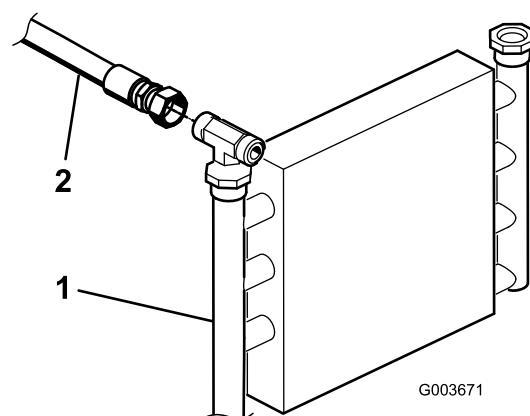
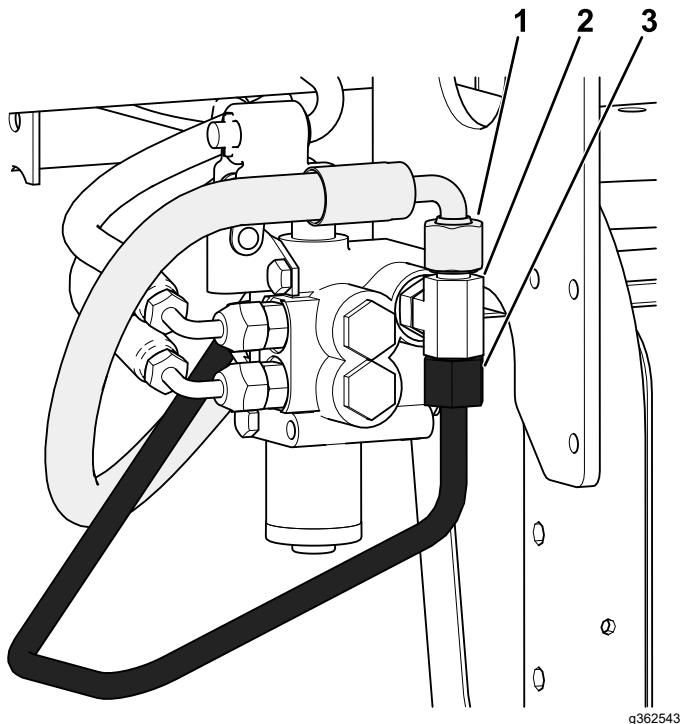

Figura 4
Figura 6
1. Localice el tubo hidráulico que va desde el enfriador de aceite a la válvula de elevación existente (Figura 4).
3. Desconecte y retire el tubo hidráulico del enfriador de aceite y de la válvula de elevación (Figura 4 y Figura 6).
- Desconecte la manguera hidráulica (144-1367) del acoplamiento en T (340-94), tal y como se muestra en la Figura 6.